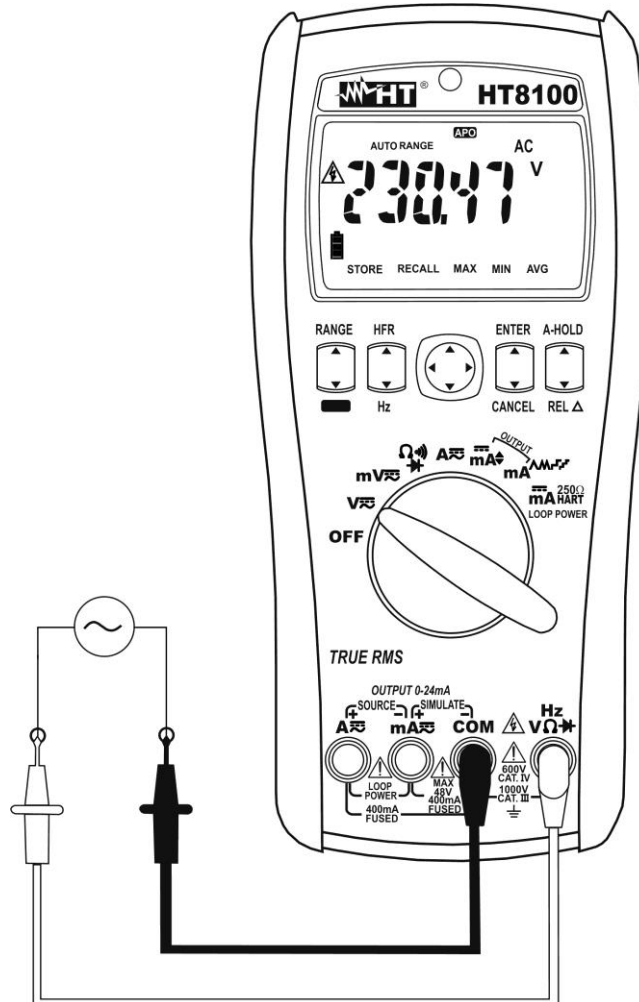

Fig. 3 : Utilisation de l'instrument pour mesure de tension AC
5. Positionner l'embout rouge et l'embout noir respectivement sur les points du circuit sous test (voir la Fig. 3). La valeur de tension apparaît à l'écran.